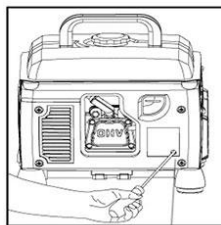

Рис.22
3. Отвинтите пробку сливного отверстия для слива топлива из карбюратора (рис. 22, 23). В качестве альтернативы можно запустить двигатель без нагрузки, пока не вытечет все топливо.